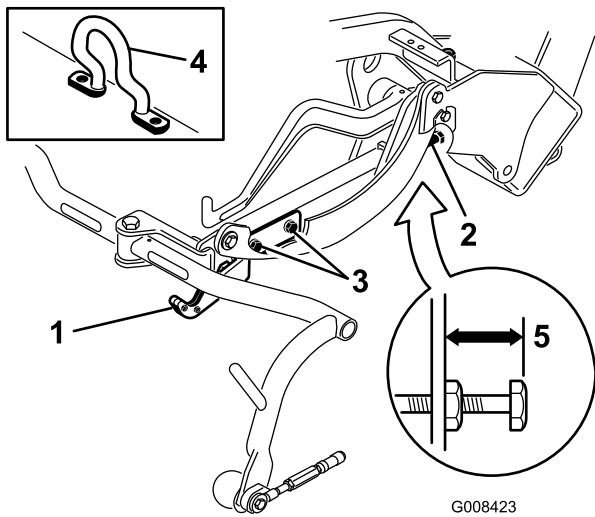
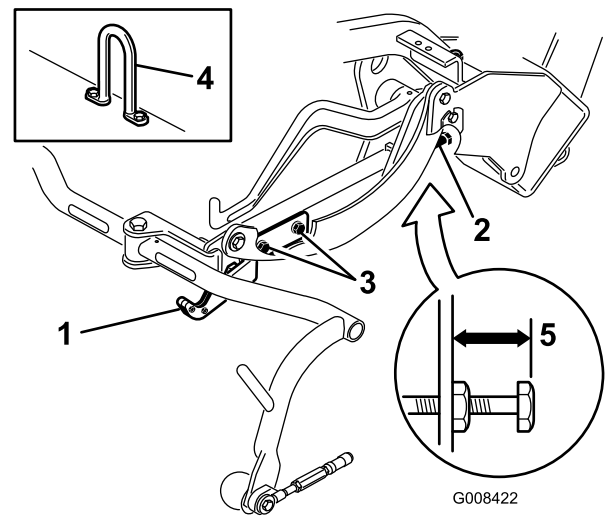
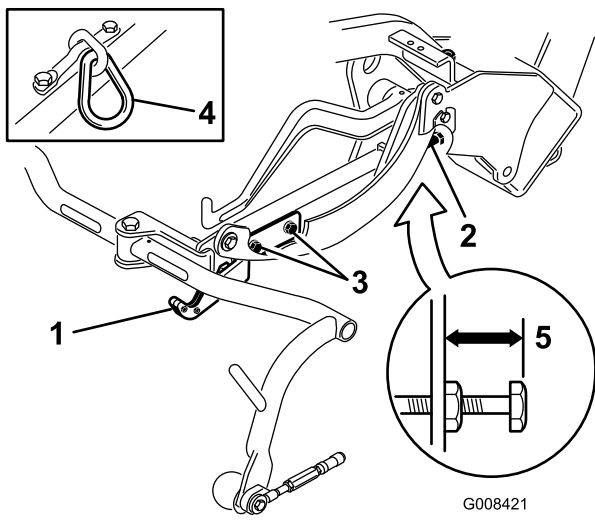

Figura 12
Figura 14
Figura 13
Compruebe la altura de transporte (Figura 13 y Figura 14) y ajústela si es necesario.
- En unidades de corte equipadas con un gancho de elevación acodado (Figura 12, detalle) compruebe que la distancia entre la parte superior del tornillo de ajuste del bastidor de tiro y el borde trasero del bastidor de tiro es de 25 mm. Si la distancia no es de 25 mm, vaya al paso 4.
3. En unidades de corte equipadas con un gancho de elevación con eslabón de cadena o recto (Figura 13 y Figura 14, detalle), compruebe que la distancia entre la parte superior del tornillo de ajuste del bastidor de tiro y el borde trasero del bastidor de tiro es de 22 mm. Si la distancia no es de 22 mm, continúe con el paso 4. Si la unidad de corte está equipada con un gancho de elevación acodado, (Figura 12), continúe con el paso siguiente.
4. Afloje los tornillos de montaje de la pletina de transporte (Figura 13, Figura 14 y Figura 12).
7. Si los bastidores de tiro no están a la misma altura, afloje la contratuerca del tornillo de ajuste del bastidor de tiro (Fig. Figura 12, Figura 13 y Figura 14). Gire el tornillo hacia fuera para elevar y hacia dentro para bajar. Apriete la contratuerca después de obtener la altura adecuada.